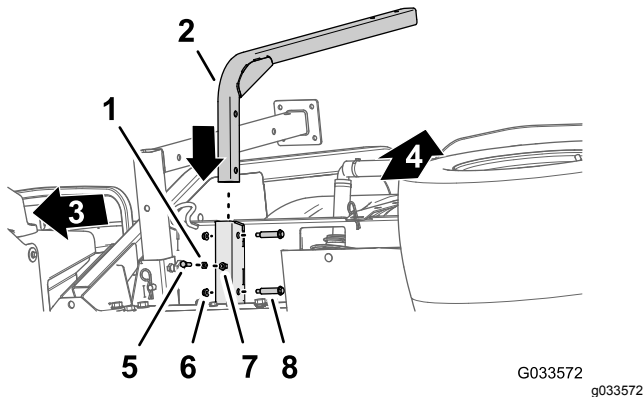

Figura 46
1. Alinee el tubo de sujeción del depósito de agua limpia con la ranura del soporte del depósito (Figura 46).
2. Alinee los taladros del tubo de sujeción con los taladros de la ranura (Figura 46).
3. Sujete el tubo a la ranura (Figura 46) con los 2 pernos de cuello largo (1/2" x 1-15/16") y las 2 contratueras (5/16").
5. Enrosque la contratuerca (5/16") en el perno (5/16" x 1") según se muestra en Figura 46.
6. Enrosque el perno (5/16" x 1") y la contratuerca en la tuerca soldada de la parte inferior de la ranura del soporte del depósito, y apriete el perno y la contratuerca a mano (Figura 46).